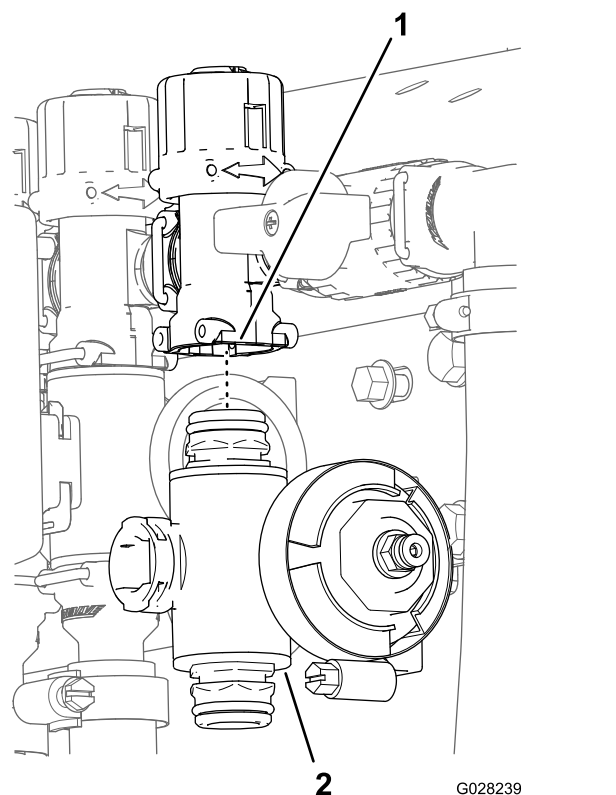

Figura 121
3. Pentru supapele de seciune stânga sau dreapta, îndepărtați uruburile cu guler i contrapiuliile cu guler care fixează supapa (supapele) de seciune pe suportul de montare a supapei i îndepărtați colectorul (colectoarele) supapelor de la maină; pentru supapa seciunii centrale, îndepărtați colectorul supapei de seciune de la maină (Figura 121).